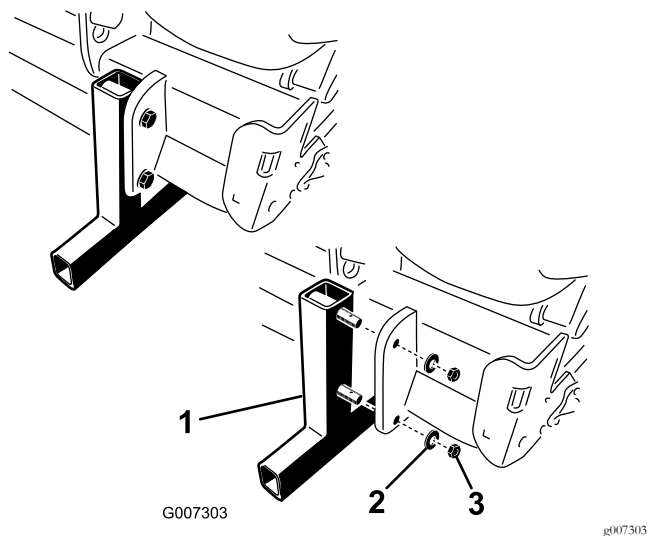

Figure 19
2. Enlevez les écrous et rondelles de blocage qui fixent les supports de rangement à l'aérateur (Figure 19).
4. Insérez les goupilles à anneau (fournies avec les pièces détachées) dans les ergots des supports pour le remisage (Figure 19).